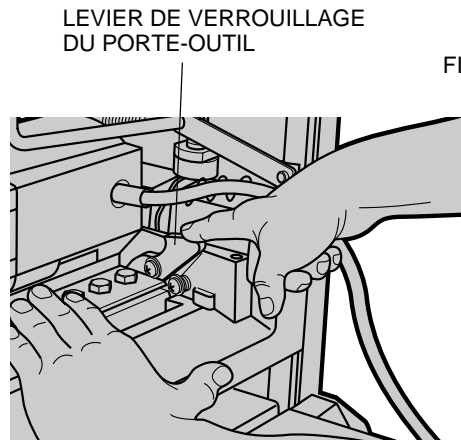

FIG. 18
- 8) Abaisser le levier de verrouillage du porte-outil (fig. 18) vers le fer et faire rouler doucement le porte-outil vers
- 9) Abaisser le levier de verrouillage du porte-outil (fig. 18) et faire rouler le porte-outil jusqu'à ce qu'on voit l'autre fer. Retirer ce fer de la même façon que le fer précédent.
- 5) Retirer les jauges et faire tourner le porte-outil en place (fig. 18). Remettre les six boulons du centre en place et les resserrer. Les boulons devraient être serrés à une pression de 50 lb-po (5,7 N-m).
- 6) Abaisser le levier de verrouillage du porte-outil (fig. 18) et faire rouler le porte-outil jusqu'à ce qu'on voit l'emplacement de l'autre fer. Installer ce fer de la même façon que le fer précédent.